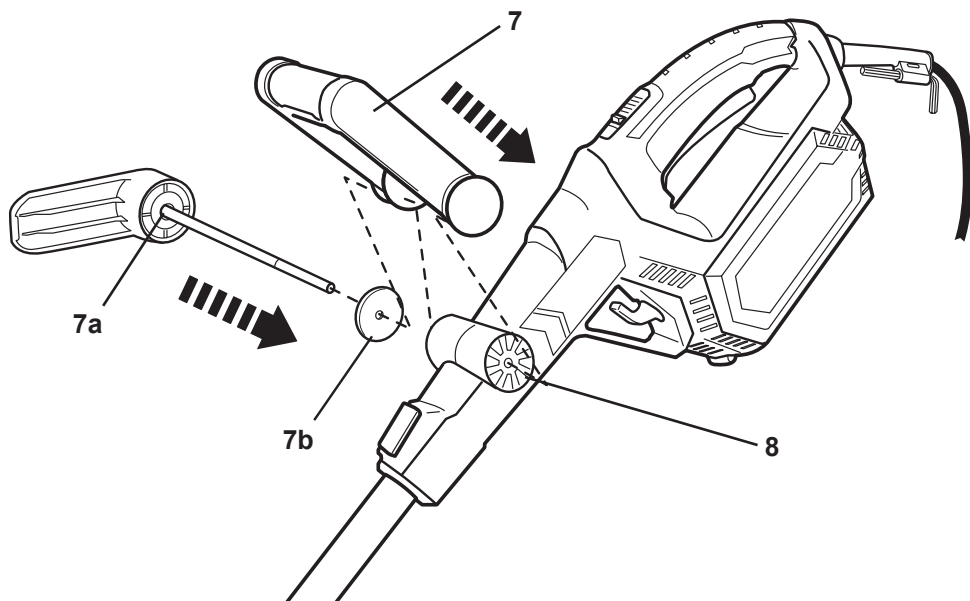

Fig. 6
1. Alinee la empuñadura auxiliar (7) con el soporte de la empuñadura (8) y deslícela para introducirla en su sitio (Fig. 6, paso 1).
2. Alinee el desbloqueo rápido con el tornillo (7a) y la arandela (7b) con el soporte de la empuñadura (8) e insértelo (Fig. 6, paso 2).